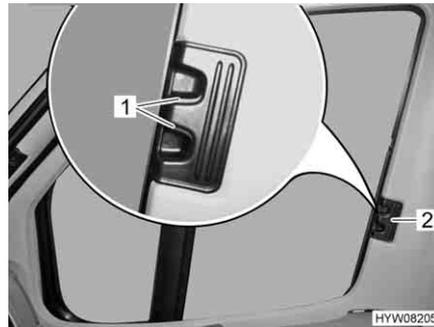

Bild 88 Faltschutz für Fahrer-/Beifahrerfenster
- Entriegelungsgriffe (Bild 88,1) zusammendrücken und gedrückt halten.
- Die Faltschutzmechaniken für das Fahrerfenster und das Beifahrerfenster am Griff (Bild 88,2) zur anderen Fensterseite ziehen und an den Magnetstreifen aneinanderfügen.
- Die Faltschutzmechaniken für das Fahrerfenster und das Beifahrerfenster am Griff (Bild 88,2) bis zum Anschlag einschieben.
- Entriegelungsgriffe (Bild 88,1) loslassen und einrasten lassen.